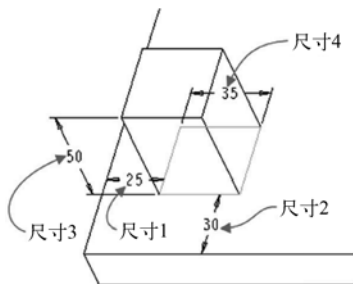

图 5-43 按住〈Ctrl〉键选择多个尺寸
- 4 选择要包括在数列表中的尺寸。按住〈Ctrl〉键的同时依次单击图 5-43 所示的尺寸 1、尺寸 2、尺寸 3 和尺寸 4。